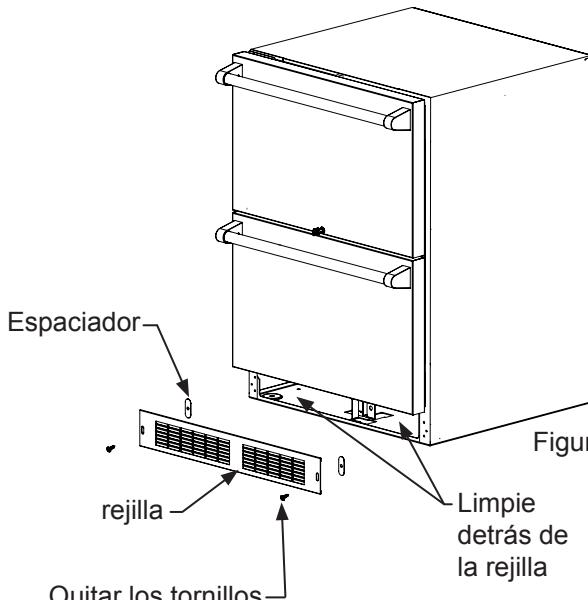

Figura 14
8. Quite la rejilla frontal de protección (vea las Figura 14) y limpie la suciedad y desperdicios de detrás de la unidad mediante un cepillo y una aspiradora.